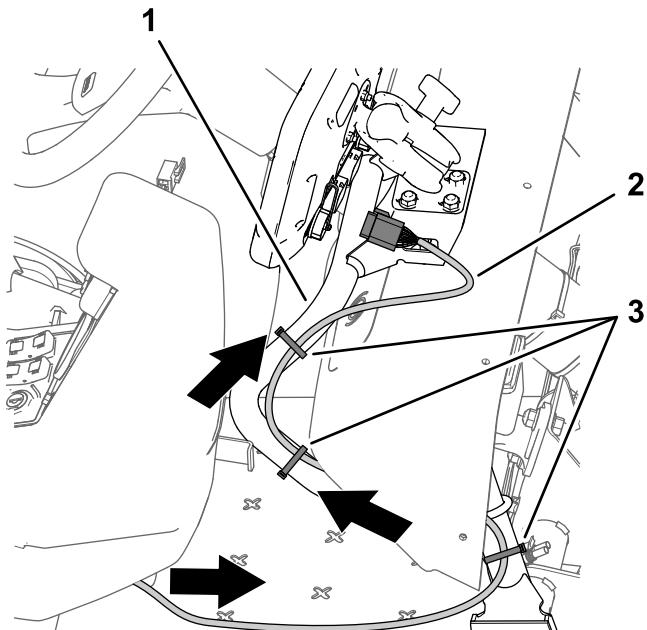

Figura 205
1. Disponete la diramazione di 220 cm del cablaggio dati (la diramazione del cablaggio con il connettore a 26 prese) in avanti e sotto la plancia (Figura 205).
2. Disponete la diramazione di 220 cm del cablaggio dati lungo il tubo di supporto del monitor (Figura 205).
4. Assicuratevi che la diramazione di 220 cm del cablaggio dati sia abbastanza lenta da consentire all'operatore dell'irroratrice di regolare la posizione del monitor e fissare il cablaggio al tubo di supporto per il monitor con fascette per cavi, come illustrato nella Figura 205.